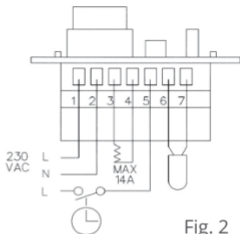

Fig. 2
- Les connexions électriques doivent être effectuées comme indiqué dans le schéma de câblage (**Fig.2**).
- remettez le bouton de contrôle de température (A).